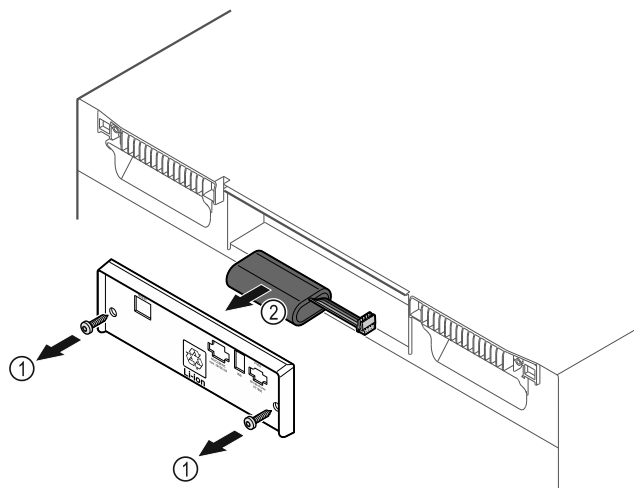

Fig. 237
- ▶ Открутите винты и снимите крышку с задней стороны устройства Fig. 237 (1).
- ▶ Отсоедините и извлеките аккумуляторную батарею Fig. 237 (2).